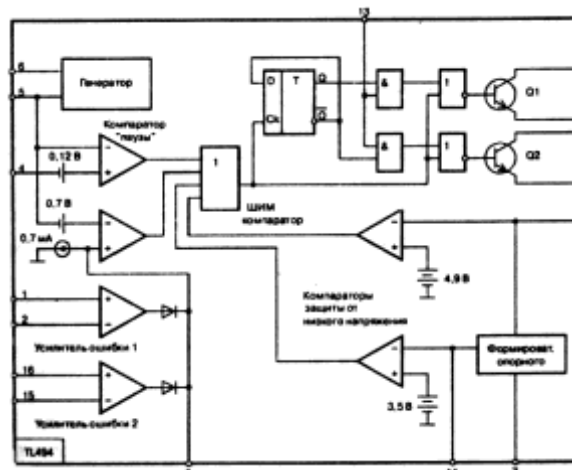

Рис. 7. Структурная схема микросхемы TL494
*ШИМ – контроллер.* На вход ключевых транзисторов полумостового преобразователя поступают модулированные по длительности последовательности входных импульсов. Эти сигналы формируются ШИМ-контроллером, выполненном на интегральной микросхеме TL494. Микросхема содержит: два усилителя ошибки, RC-генератор, компаратор «паузы», тактируемый триггер, источник опорного напряжения +5 В, цепи управления выходным каскадом, выходной каскад. Структурная схема микросхемы (рис. 7) аналогична ИМС MB3759 (FUJITSU), KA7500B (SAMSUNG), TL494 (MOTOROLA).